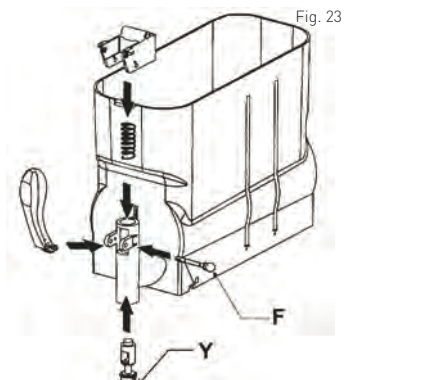

Fig. 23
- Lubrifiez bien le robinet (Y) en utilisant de la graisse fournie avec l'appareil et montez toutes les pièces.
- Insérez la goupille (F) en maintenant le levier du robinet (Voir : Fig. 23).
- Remplacez la bague d'étanchéité du robinet (C) si elle est usée ou en cas de fuites.